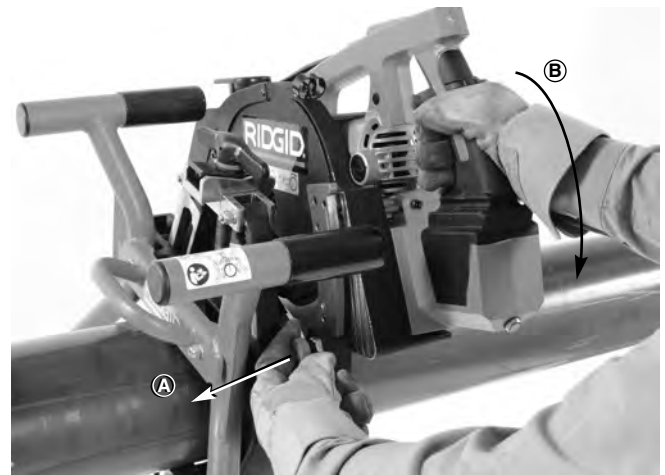

Figura 14 – Movimiento para desencajar el pasador de traba
3. Con la mano derecha, presione el interruptor para encender la sierra (I). Empezará a girar la cuchilla de la sierra.
4. Firmemente agarre el mango de la sierra con la mano derecha. Con la mano izquierda, jale el pasador de traba a resorte de la abrazadera hasta que se desenganche del agujero de posición inicial en la sierra **A**. Vea la Figura 14.